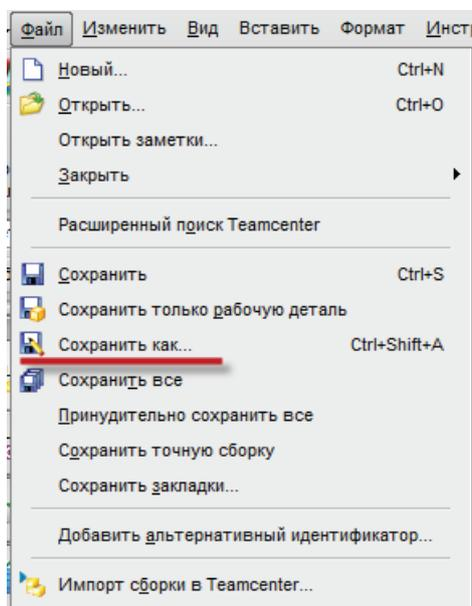

Рисунок 11.27
- в результате в NX будет загружена исходная модель. Для того чтобы создать ее модификацию, нужно выбрать пункт основного меню **Файл > Сохранить как...** (рис. 11.27);